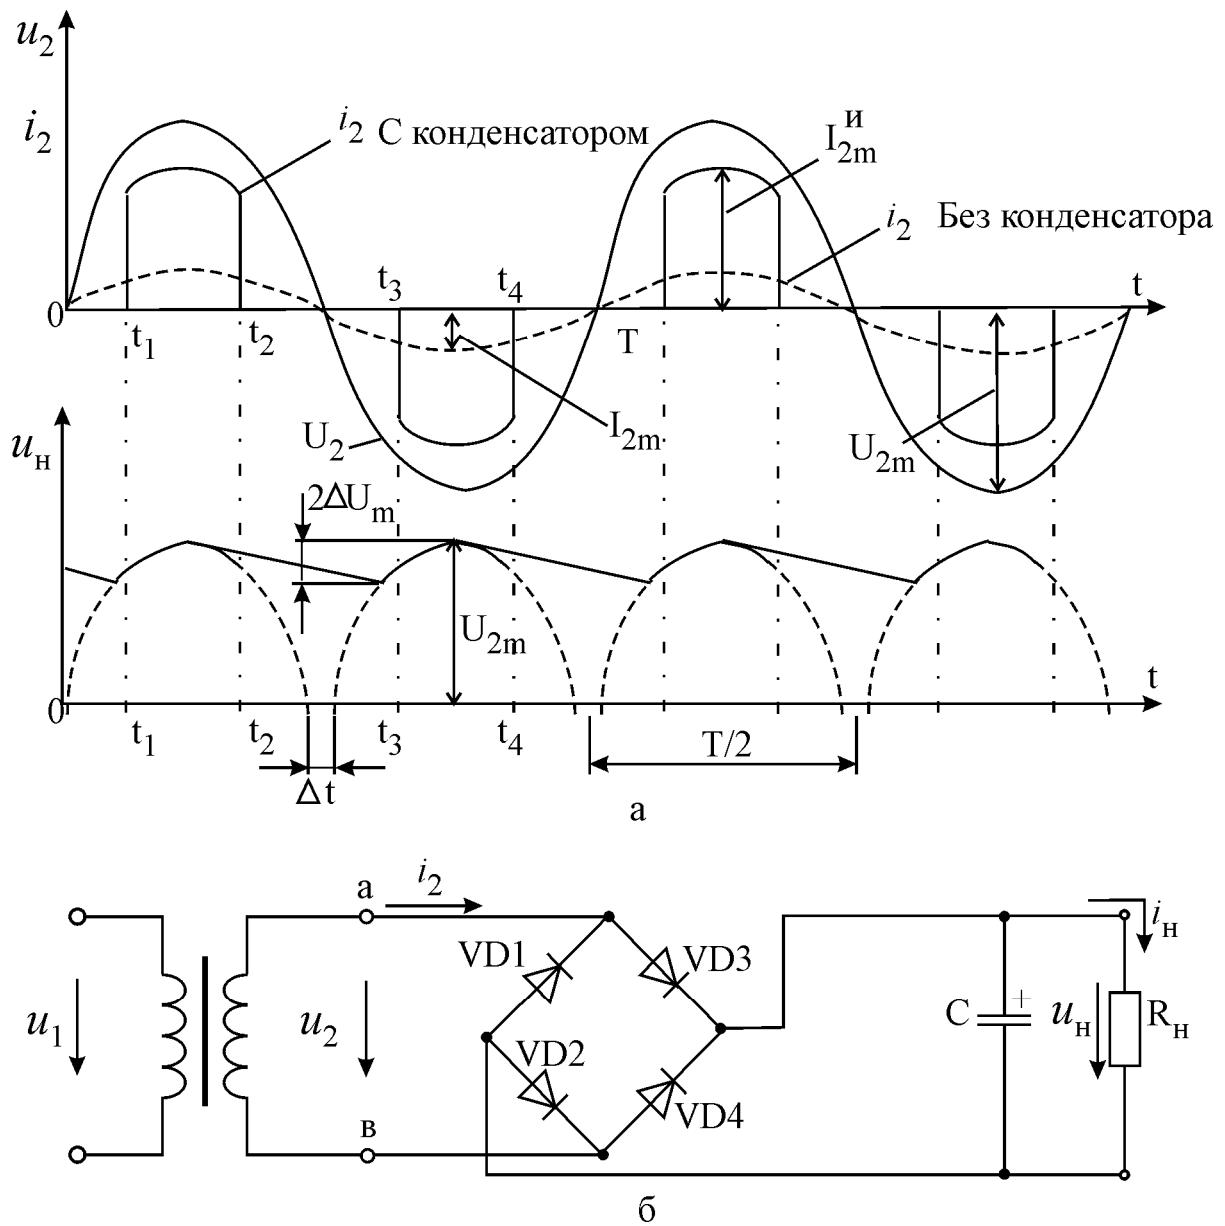

Рис. 4.2. Временные диаграммы напряжений и токов (а);
Выпрямители бывают управляемые и неуправляемые, однофазные и трехфазные, однополупериодные и двухполупериодные. Здесь рассматривается лишь наиболее распространенная схема неуправляемого однофазного двухполупериодного мостового выпрямителя (рис. 4.2, б). Он собран на диодах $VD1 - VD4$. В качестве фильтра используется конденсатор C .
В этом варианте работа схемы очень проста. В положительный полупериод напряжения $u_2(t)$ ($0 - T/2$ на рис. 4.2, а) открыта пара диодов $VD2, VD3$, а пара $VD1, VD4$ - заперта. Потенциал точки "а" выше потенциала точки "в", и ток идет по цепи "а" – $VD3$ – R_H – $VD2$ – "в". В отрицательный полупериод ($T/2 - T$) пары диодов меняются ролями. В обоих полупериодах ток через нагрузку i_H идет в одном и том же направлении. Диаграмма тока i_2 во вторичной обмотке трансформатора в этом случае представляет собой обычную синусоиду (штриховая линия на рис. 4.2, а).
Диаграмма выпрямленного напряжения на нагрузку (штриховая линия на рис. 4.2, а) имеет примечательную особенность: между полупериодами напряжения есть промежутки времени Δt , на которых напряжение равно нулю. Эти промежутки обусловлены прямым падением напряжения на диодах $U^* \approx 0,7$ В и называются зонами нечувствительности. Эффект нечувствительности делает невозможным выпрямление малых напряжений порядка 2 - 3 В с помощью чисто диодных схем выпрямителей. В этих случаях используют более сложные выпрямители, содержащие помимо диодов еще и операционные усилители.
При наличии конденсатора схема выпрямителя работает в импульсном режиме. Теперь для того чтобы пара диодов VD2, VD3 открылась, недостаточно только изменения отрицательной полуволны напряжения u_2 на положительную. Необходимо, чтобы напряжение u_2 стало больше напряжения на конденсаторе U_H , которое поддерживает диоды моста в запертом состоянии. Условие $u_2 > U_H$ выполняется в промежутки времени $t_1 - t_2$ и $t_3 - t_4$, когда через диоды протекают импульсы тока, заряжающие конденсатор С (рис. 4.2, а). В остальное время диоды заперты, и ток I_H через нагрузку протекает за счет разряда через нее конденсатора. Форма тока I_H подобна форме напряжения U_H на рис. 4.2, а. Амплитуда зарядных импульсов тока I_{2m}^H в 3 - 8 раз превышает значение постоянного тока I_H через нагрузку.
где ΔU_m - допустимая амплитуда пульсаций (рис. 4.2,а); $U^* \approx 0,7$ В - прямое напряжение на открытом диоде; U_h - желаемое постоянное напряжение на нагрузке. Тогда искомое действующее значение напряжения $u_2(t)$
- 2.1. Изобразите в отчете схему мостового выпрямителя (рис. 4.2, в). Напряжение на выходе вторичной обмотки трансформатора: $u_2(t) = 14,1\sin 314t(\text{В})$.